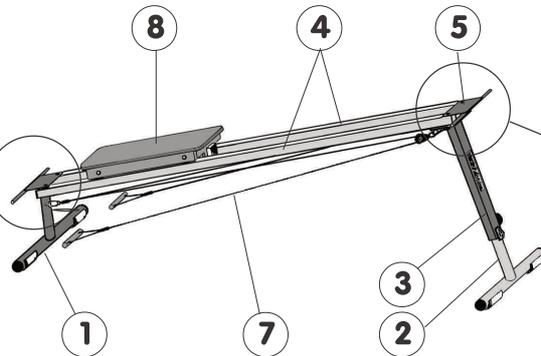

Figura 2
I. Montaje del banco de musculación sobre pies (ref.: 2261) (se recomiendan dos personas) (Figura 2):